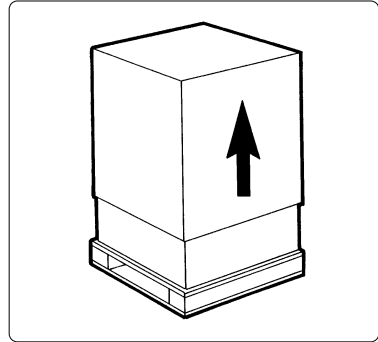

Fig. 1
- a) Retirar el embalaje del aparato, a continuación extraerlo desde arriba (ver fig. 1).